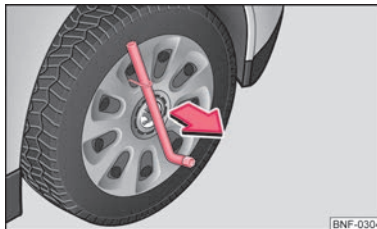

Fig. 102 Afmontering af hjulkapsel
- Skub hjulnøglen (eller lignende) gennem afmonteringsbøjlen, og træk hjulkapslen af i pilens retning → Fig. 102.